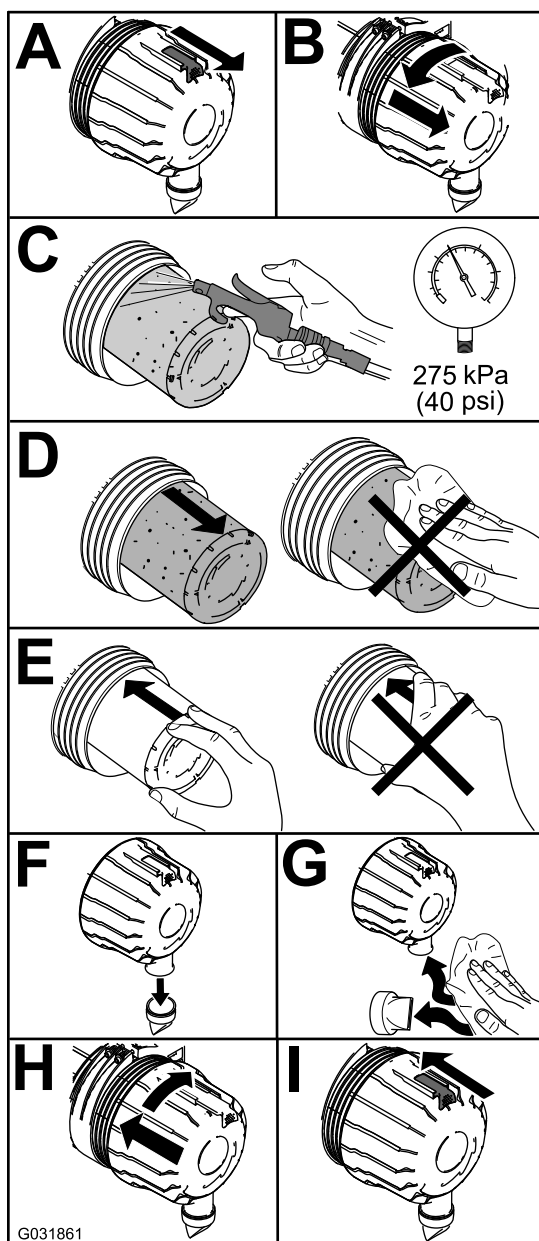

Figura 92
1. Substitua o filtro de ar (Figura 92).